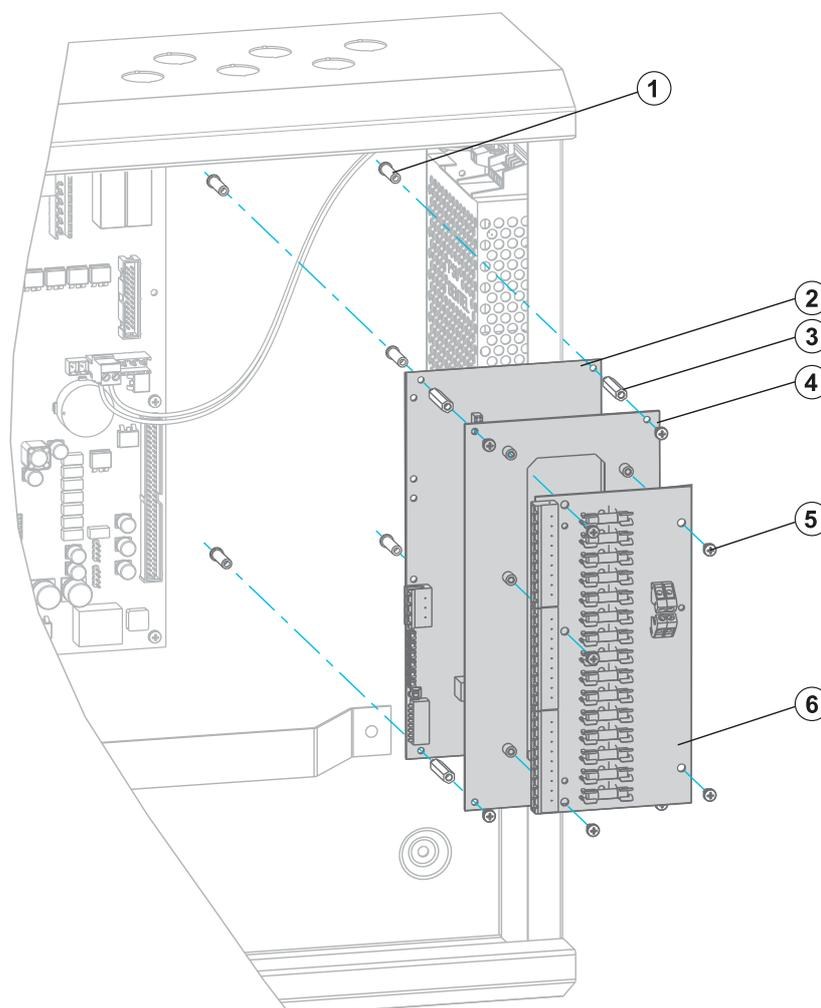

Fig. 22: Instalación de tarjeta en una configuración de pila
Para un vista general del montaje en pila de tarjetas, consulte la Fig. 22.
Para equilibrar el flujo de corriente, diseñe una configuración de pila de tarjetas similar a la mostrada en la Fig. 22. Si instala una tarjeta PNI800, móntela primero de forma que quede en la parte posterior del grupo de tarjetas. Otras tarjetas exigen más conexiones y es más fácil conectar los cables si se han instalado en la parte frontal de un grupo de tarjetas.
La tarjeta PNI800 y la placa FB800 se pueden instalar en una central serie FC600 en una disposición apilada utilizando los separadores, las arandelas y las tuercas que se suministran con ellas. Se pueden instalar hasta tres tarjetas o placas. Asegúrese de instalar los componentes de mayor tamaño (como la PNI800) antes que los de menor tamaño (como la FB800). El antiguo soporte de tarjetas (120.008.130) se suministra con el kit de expansión de central P-EXP (557.202.807). Consulte la Fig. 22 y proceda tal como se explica a continuación:
- 3 Coloque la primera placa encima de los separadores suministrados (elemento 1 de la Fig. 22). Si no se van a utilizar más tarjetas, asegúrela con tornillos y arandelas; si se van a instalar más tarjetas o placas, utilice un separador.
- 4 Fije los separadores a la parte posterior de la carcasa de la central (consulte el elemento 1 en la Fig. 22).